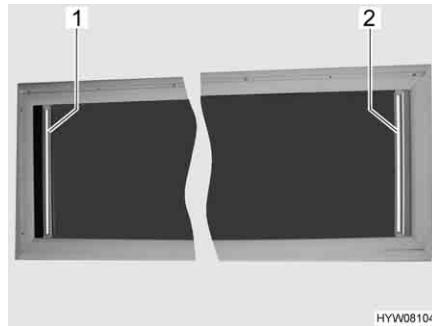

Bild 108 Överkantshängt takfönster
- Stänga:** ■ Ta tag i mitten på plisségardinens (Bild 108,2) list, dra ut den och släpp den i önskad position. Plisségardinen stannar i denna position.
- Öppna:** ■ Ta tag i mitten på plisségardinens (Bild 108,2) list och skjut den långsamt till det ursprungliga läget.
- Stänga:** ■ Ta tag i mitten på insektsskyddets (Bild 108,1) list, dra ut det och släpp det i önskat läge. Insektsskyddet stannar på denna position.